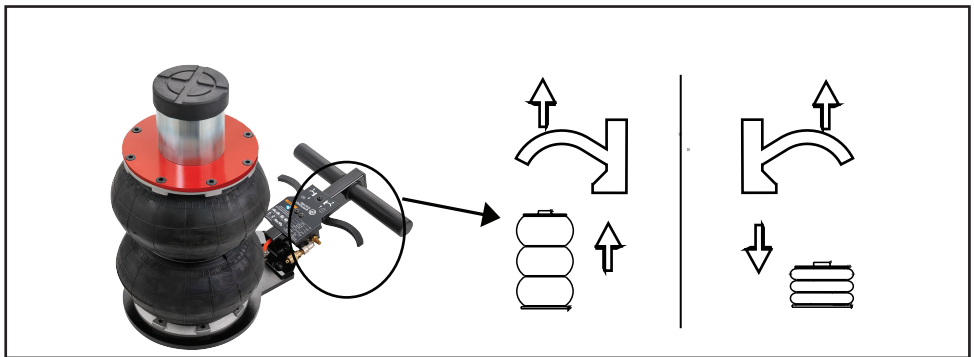

Fig. 03
- Pull the right trigger, "Up" position, the load is lifted to the desired level. Secure with support stand. (Fig.03)
- To lower the load, Pull the left trigger, "Down" position. (Fig.03)
- Drücken Sie den Abzug nach rechts zur „Aufwärts“-Position, die Last wird zur gewünschten Höhe angehoben. Sichern Sie mit einer Stütze. (Abb. 03)
- Zum Ablassen der Last den Auslöseknopf nach links drücken, „Abwärts“-Position. (Abb. 03)
- Poussez la gâchette vers la droite, position "Haut", la charge est levée au niveau voulu, sécurisez avec un support.(Fig.03)
- Pour abaisser la charge, Pousser la manette vers la gauche, position "Bas".(Fig.03)